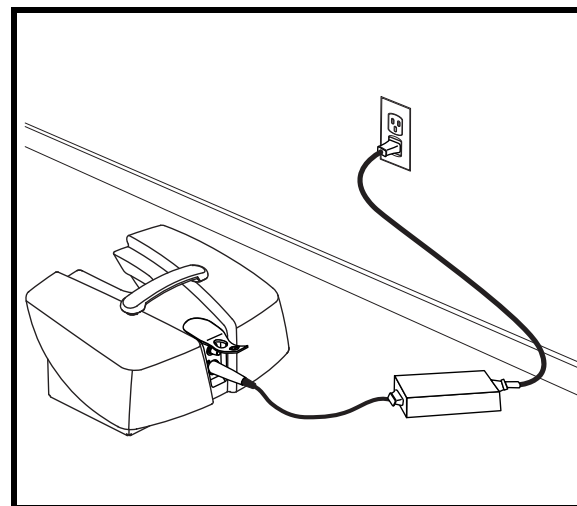

Figure 22. Batteries en recharge (Boîtier à batteries retiré)
2. Placez le boîtier près d'une prise de courant ordinaire. Voir la figure 22.